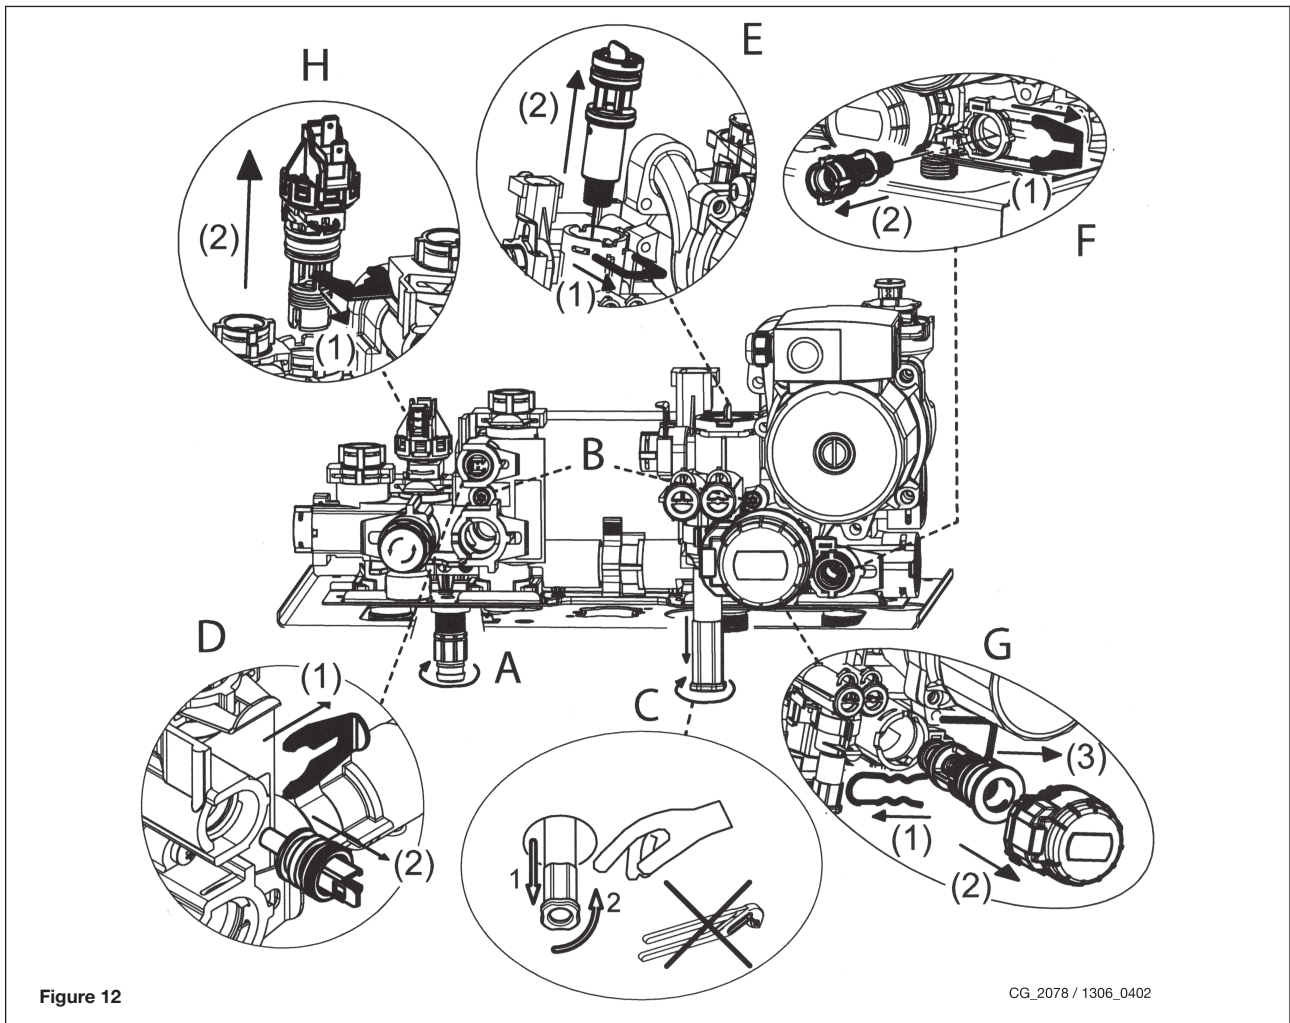

Figure 12
- vider l'eau présente dans le circuit de chauffage en ouvrant le robinet A (voir figure 12) ;
- pour extraire la cartouche du filtre de chauffage, enlever tout d'abord le moteur de la vanne 3 voies (rep. 1 2G – figure 12) ;
- enlever le clip (rep. 1E, figure 12) ;
- enlever le filtre (rep. 2E, figure 12).